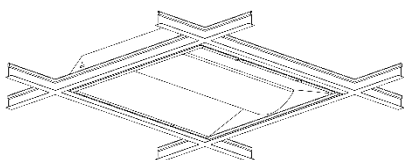

Figure 7
- 7. Rotate the retrofit fixture up into the troffer body and secure the fixture in place using the locking latches. (Fig.7&8)
7. Faites pivoter le luminaire de mise à niveau vers le haut dans le corps du troffer et fixez le luminaire en place à l'aide des loquets de verrouillage. (Fig.7 et 8)